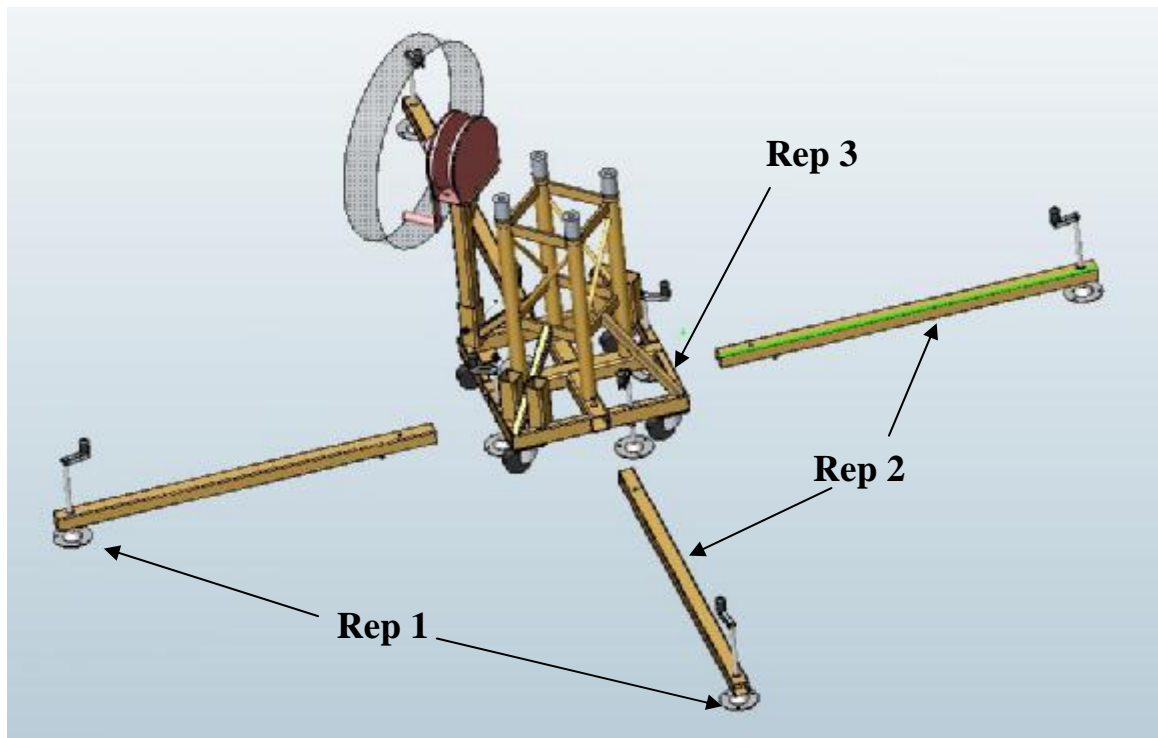

fig.1
a) S'assurer que le sol soit suffisamment ferme et résistant afin d'éviter le poinçonnement provoqué par les coupelles (rep 1) situées à l'extrémité des pieds (rep 2) et sous le châssis (rep 3), (fig.1).
Insérer les 4 pieds (rep 2) à l'un des côtés du châssis (rep 3) dans le trou rectangulaire prévu à cet effet (fig.1)